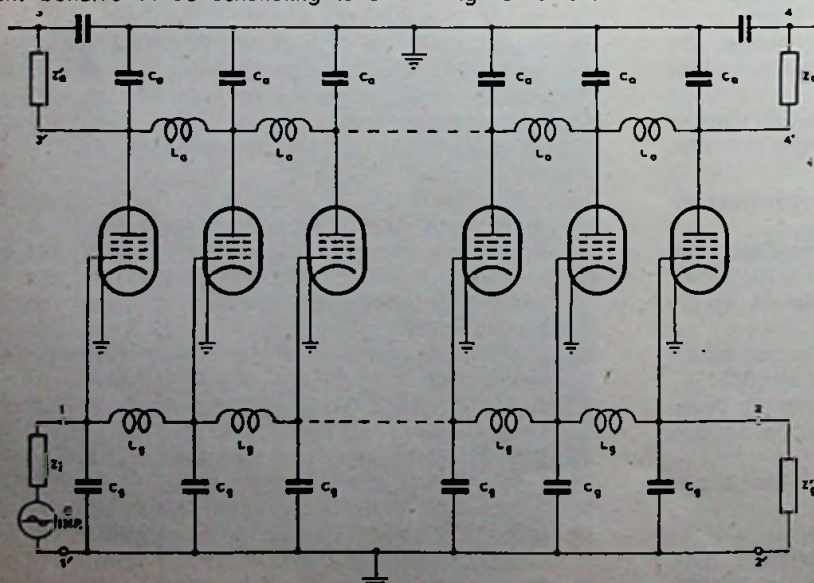
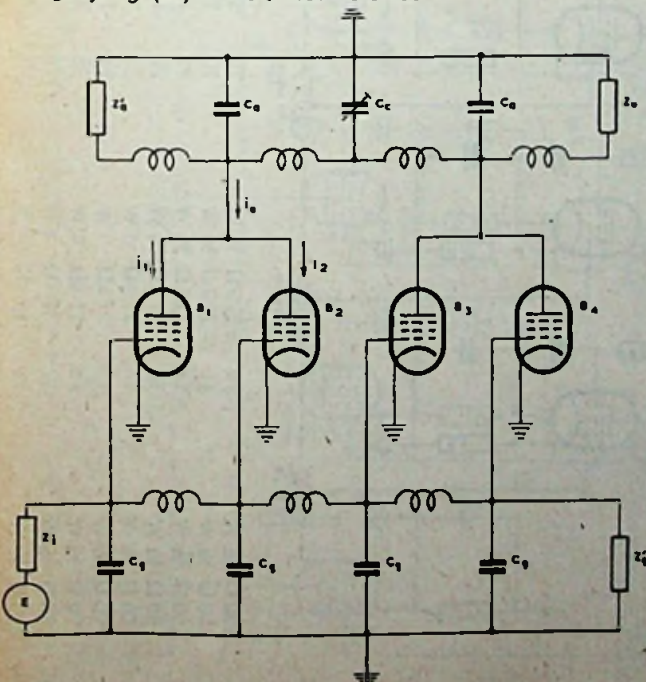

Fig. 1 Principe van de distributed amplifier.
Fig. 4. Paarsgewijze schakeling van de buizen.
niet en de steilheden wel opgeteld worden. Dit kan men doen door de rooster- en anode-capaciteiten op te nemen als shuntcapaciteiten in een kunstmatige voedingslijn. Het principschema van de aldus onstane distributed amplifier is weergegeven in fig. 1.
zodat de impedantie van de inputlijn van fig. 1 dus gegeven is door
De distributed amplifier is ook de enige versterker welke een grotere bandbreedte kan versterken dan men in een gewone versterker op grond van f_0 kan verwachten. Dit opent perspectieven voor toepassing van de overigens zeer steile VR65 (CV118). Bovendien komt men bij gewone versterkers praktisch niet uit boven 50 % van de theoretisch berekende waarde. Wanneer men fig. 1 nader beziet, dan zal men opmerken dat hier een
T.w. paarsgewijze koppeling van de anoden of roosters. In fig. 4 is dit in schema gezet voor gekoppelde anoden. De roosters zijn hier op de normale manier aangesloten. De ontbrekende C_2 tussen twee secties wordt vervangen door een correctietrimmer C_c . De schakeling waarbij de roosters paarsgewijs worden verbonden en de anoden normaal geschakeld worden is geheel identiek aan die uit fig. 4 en blijft derhalve buiten discussie.
In ieder geval is gepoogd om aan te tonen dat de versterker uit fig. 4 voor het gehele frequentiebereik een gelijkmatige versterking heeft.
waar zijn en zal de versterking af gaan vallen bij hogere frequenties. De versterker uit fig. 1 geeft echter juist voor de hogere frequenties een toename te zien: (fig. 3). Het ligt dus voor de hand om de principes uit fig. 1 en fig. 4 te combineren tot een compromis.